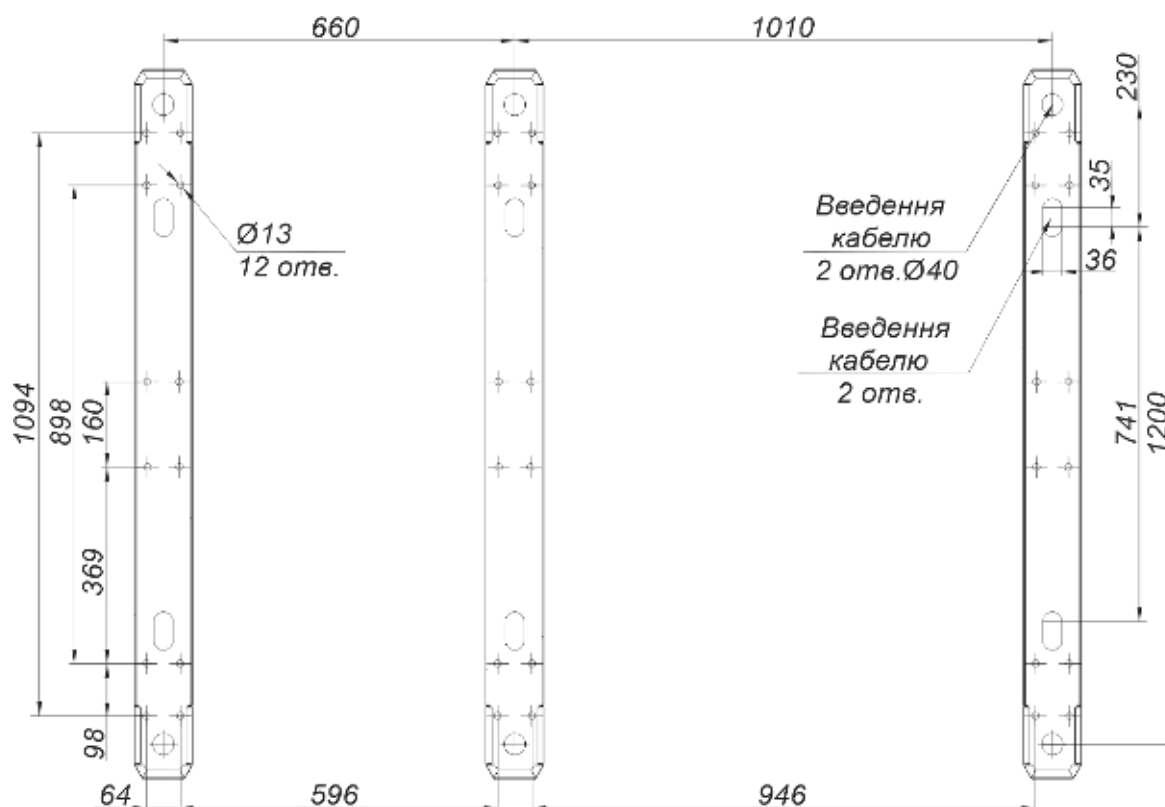

Рис. 16– Установочні розміри комплексу турнікетів «SWEEPER-S-BM-1» і «SWEEPER-S-BM-2»
- 4 поєднати кріпильні отвори в нижній пластині турнікету з підготовленими отворами на поверхні згідно з розміткою рис.16;